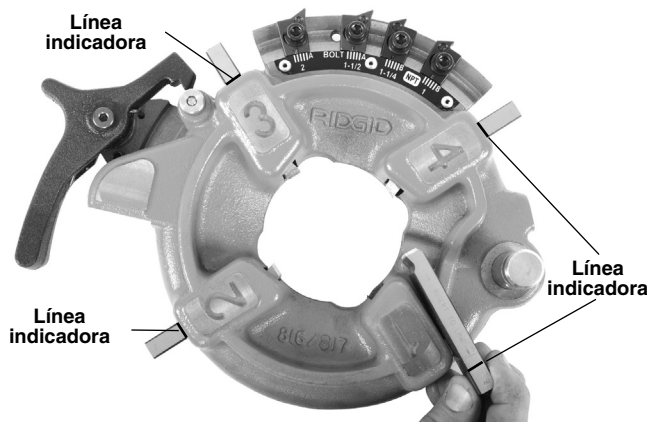

Figura 2 – Inserción de terrajas
5. Introduzca las terrajas apropiadas en el cabezal de terrajas, con el borde que lleva el número orientado hacia arriba, hasta que la línea indicadora esté al ras con el borde del cabezal (vea la Figura 2). Los números en las terrajas deben coincidir con los números en las ranuras del cabezal. Siempre cambie el conjunto completo de terrajas. No mezcle terrajas de distintos conjuntos.